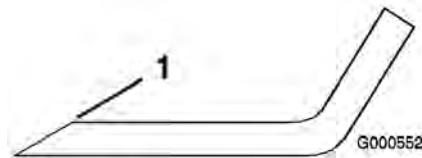

Figure 39
1. Au moyen d'une lime, aiguissez les tranchants aux deux extrémités de la lame (Figure 39) en veillant à conserver l'angle de coupe d'origine. Limez la même quantité de métal sur chacun des deux tranchants pour ne pas déséquilibrer la lame.